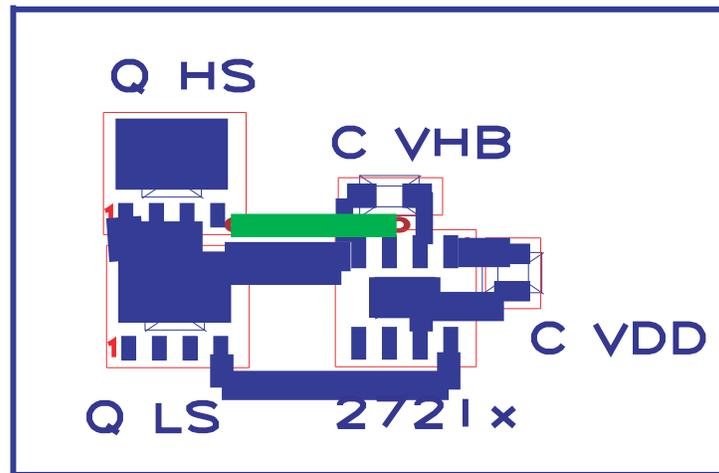

图 7-7. UCC27211 元件放置
- 将 V_{DD} - V_{SS} 和 V_{HB} - V_{HS} (自举) 电容器尽可能靠近器件放置 (请参阅图 7-7)。